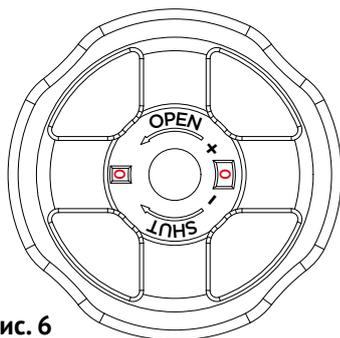

рис. 6
- Полностью закройте клапан, значение индикатора показывает 0,0 (см. рис. 6).